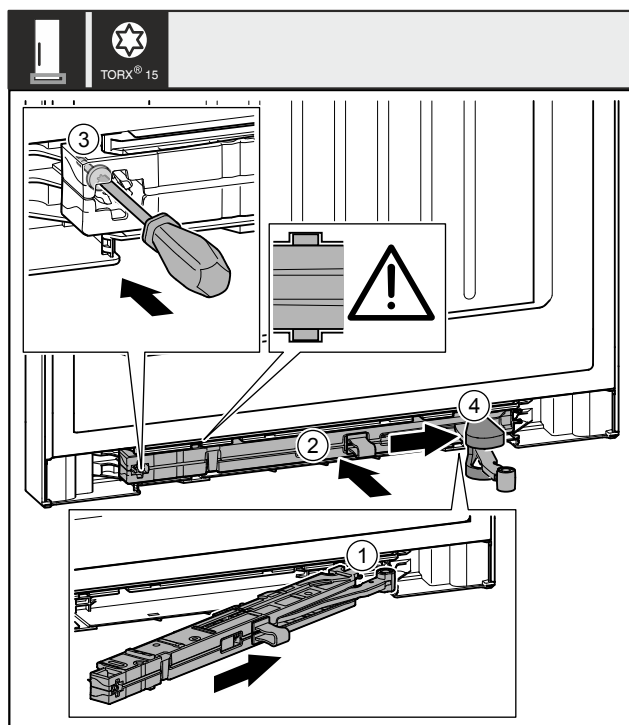

Fig. 53
- Jednotku tlumiče zavírání Fig. 53 (1) na straně stojanu ložiska zasuňte až na doraz šikmo do vybrání.
- Jednotku tlumiče zavírání Fig. 53 (2) zcela zasuňte do výklenku.
- Šroubovákem šroub Fig. 53 (3) pevně utáhněte.
- Posuňte kryt Fig. 53 (4) přes kloub.